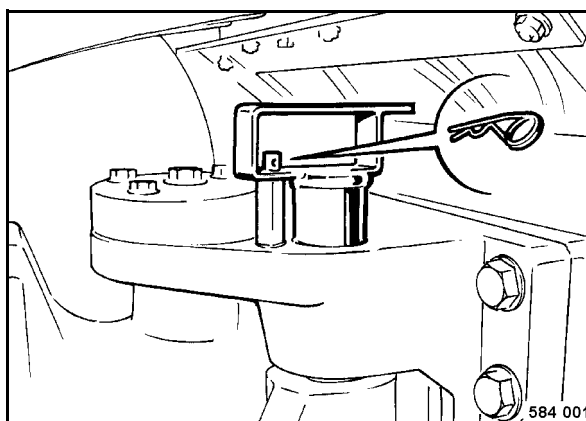

Fig. 88
- Después del transporte volver a soltar el seguro para la articulación de codo (Fig. 88), colocarlo en el soporte y asegurarlo con el pasador elástico.